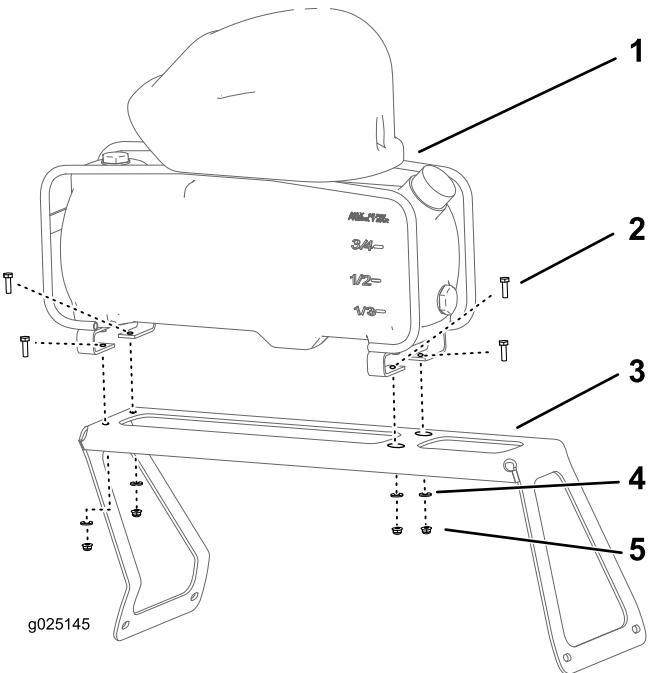

Figure 3
1. Alignez le réservoir du traceur à mousse et le compresseur sur le support, comme montré à la Figure 3.
2. Fixez Le réservoir et le compresseur sur le support (Figure 3) au moyen de 4 boulons (1/4 x 7/8 po), 4 rondelles (1/4 po) et 4 contre-écrous à embase (1/4 po).